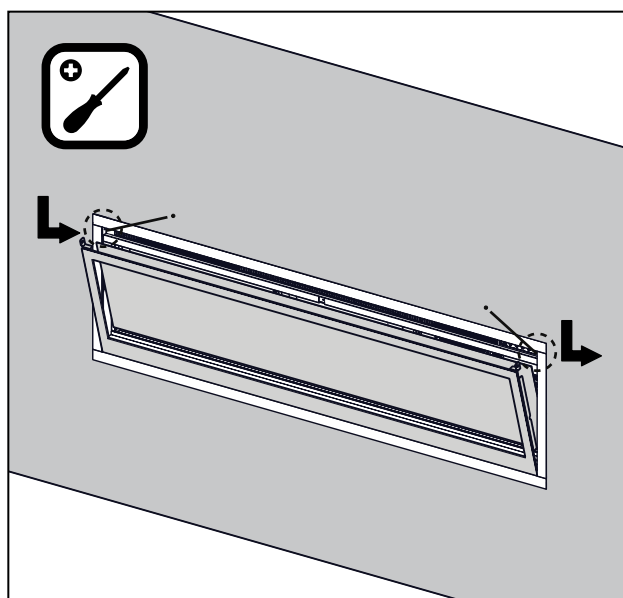

Fig 8
ÉTAPE 5 : Réinstallez le verre avant (**Fig 8**). Voir la section « Installation/retrait du verre avant ».